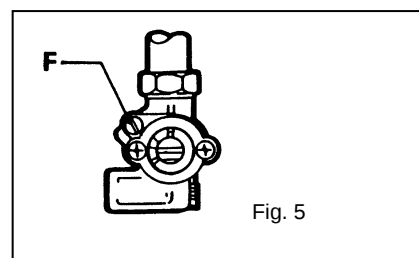

Fig. 5
5.3 Regolazione dei minimi (Fig. 5)